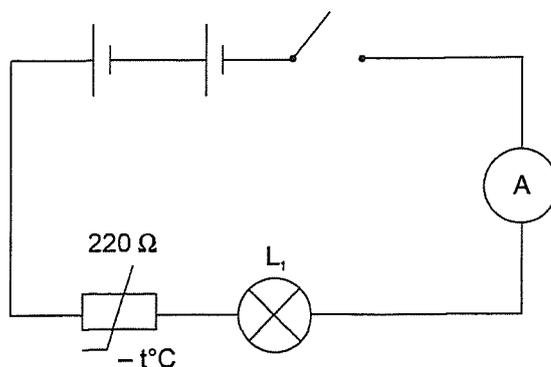

Figure 18.1
- 4.1. Réaliser le montage représenté à la figure 18.1 (ampèremètre: calibre 50 mA*).